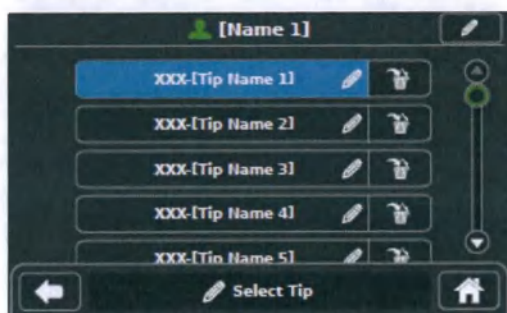

Рисунок 55 — Выбор насадки
5. На экране «ВЫБОР НАСАДКИ» коснитесь нужного названия для выбора желаемого насадки для предварительно установленного параметра (рисунок 55). Насадки сортируются на основании последних трех цифр артикула. Появится экран «НАСТРОЙКИ» с предварительно установленными параметрами для выбора настроек.
8. После того, как все желаемые насадки выбраны и им назначены настройки для предварительно установленных параметров, коснитесь кнопки «НАЗАД» или кнопки «ГЛАВНАЯ СТРАНИЦА» для выхода из экрана «ВЫБРАТЬ НАСАДКУ» (рисунок 55).